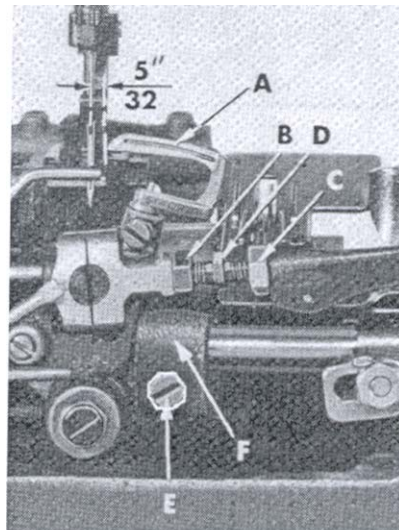

Fig. 2
Insert a new needle, type and size as specified, with spot or scarf to the rear. With the looper (A, Fig 2) at its farthest position to the right, the distance between the looper tip and centerline of the needle should be 5/32 inch. If adjustment is required, loosen nut (B) (it has a left hand thread) and nut (C) on connecting rod (D) and turn the connecting rod forward or backward to obtain 5/32 inch dimension (Fig. 2). Looper gauge No. 21225-5/32 can be used advantageously in making this adjustment. Retighten both nuts, first nut (C), then nut (B). Make sure the left ball joint is in vertical position and does not bind after adjustment.
Setzen Sie eine neue Nadel ein, Type und Größe wie angegeben, mit der Hohlkehle nach hinten. Wenn der Greifer (A, Fig. 2) in seiner rechten Endstellung ist, muss der Abstand zwischen Greiferspitze und Nadelmitte 5/32" (4 mm) betragen. Falls eine Einstellung notwendig ist, lösen Sie die Mutter (B) (Linksgewinde) und die Mutter (C) an der Verbindungsstange (D) und drehen Sie die Verbindungsstange nach vorne oder hinten um einen Abstand von 3,9 mm zu erhalten. Benützen Sie die Greifereinstellehre 21225-5/32. Ziehen Sie beide Muttern, zuerst Mutter (c), dann Mutter (B) wieder fest an. Stellen Sie sicher, daß das linke Kugelgelenk in senkrechter Position ist und sich nach der Einstellung nicht verhakht.
The looper is set correctly front to back, as it moves to the left behind the needle, when its point passes as close as possible without contacting the needle (.001-.002). If adjustment is necessary, loosen screw (E, Fig. 2) in looper rock shaft (F), reposition looper as required and retighten screw (E).
Der Greifer ist korrekt eingestellt, wenn er sich so nah als möglich inks hinter der Nadel bewegt ohne diese zu berühren (0.001-.002"). Falls eine Einstellung notwendig ist, lösen Sie die Schraube (E, Fig. 2) im Greiferwellenarm (F), stellen Sie den Greifer wie erforderlich ein und ziehen Sie die Schraube (E) wieder fest.